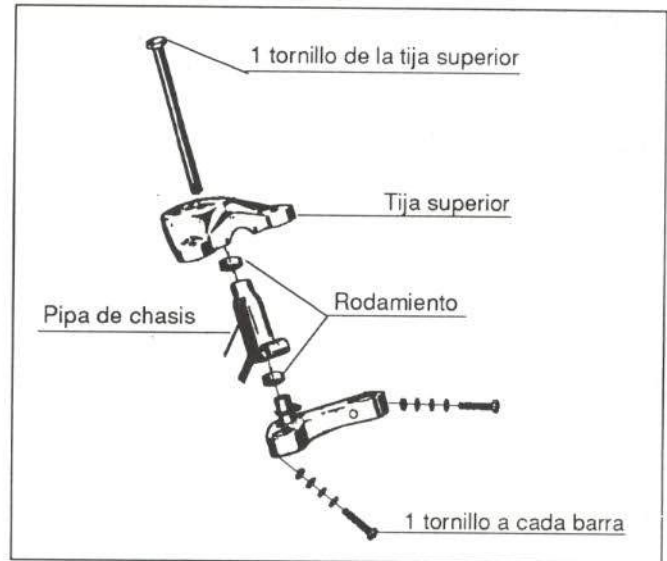

Figura 33.- Unión de la tija inferior
Va unida al chasis de la forma indicada en la figura 33.
- Tija inferior (figura 33)